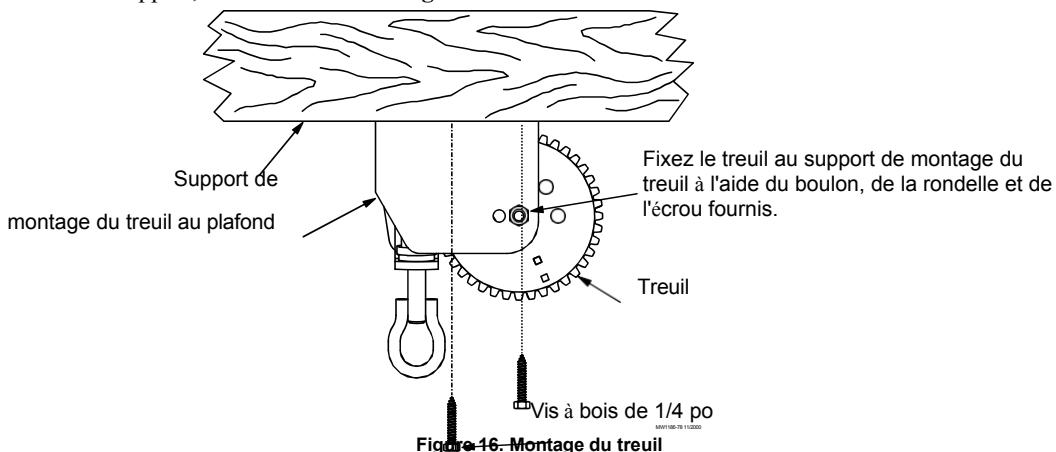

Figure 16. Montage du treuil
4. Installez le treuil à tambour divisé comme indiqué à la **figure 16**. Fixez le treuil au plafond ou sur une planche de 2 x 8 po [50 x 200 mm] couvrant au moins deux chevrons pour le soutenir. Utilisez au moins quatre (4) tire-fonds de 1/4 po (non fournis) pour fixer le treuil au support. Pour les systèmes de moins de 150 pi [46 m], le treuil manuel peut être utilisé à la place du treuil à tambour divisé.
5. Vissez le treuil au support, comme illustré à la **figure 16**.